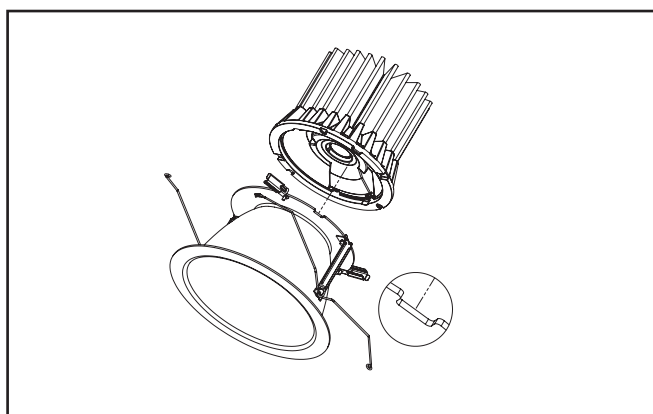

Figure 33
5. Insérez le moteur lumineux à DEL sur l'assemblage de la garniture. Alignez la languette sur le moteur lumineux à DEL sur l'assemblage de la garniture (Figure 33).